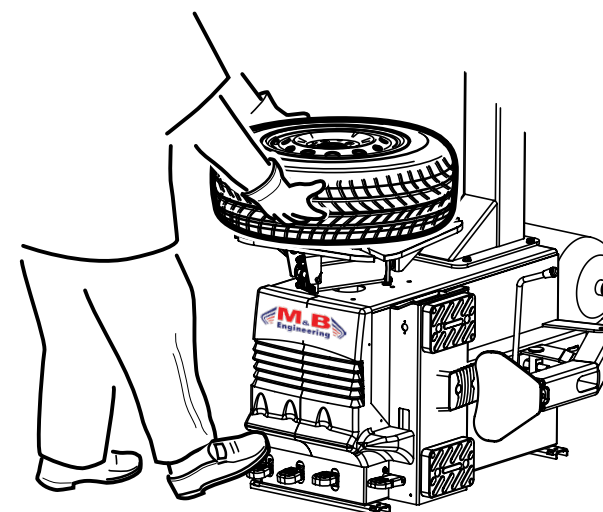

fig.38
- sollevare il pneumatico verso l'alto con entrambe le mani, permettendo all'aria (che fuori esce dai fori delle corsie) di "entrare" fra cerchio e pneumatico (fig.38).
- spingere il pedale di gonfiaggio (I) fino a fine corsa, per ottenere la fuoriuscita dell'aria dalle corsie e, allo stesso tempo, rilasciare il pneumatico per consentire l'intallamento.
N.B.: qualora il pneumatico non si "intalloni" ripetere scrupolosamente le operazioni suddette. Una volta intallato il pneumatico, continuare l'operazione di gonfiaggio, premendo il pedale di gonfiaggio (I) nella posizione intermedia, fino a raggiungere la pressione desiderata.
- Raise the tyre with both hands to allow the air (which comes out of the tracks) to get between rim and tyre (fig. 38).
- Press the inflation pedal (I) completely down to obtain the air output from the tracks. At the same time release the tyre to allow the beading in.
- soulever des deux mains le pneu vers le haut, permettant à l'air (qui sort des orifices de la voie de "pénétrer" entre la jante et le pneu (fig. 38).
- presser sur la pédale de gonflage (I) jusqu'à la fin de la course, pour permettre la sortie de l'air des voies et en même temps, libérer le pneu pour en permettre l'intalonnement.
- den Reifen mit beiden Händen hochheben, damit so die Luft (die aus den Öffnungen der Gänge austritt) zwischen Felgen und Reifen "eindringen" kann (Abb. 38).
- das Aufpumpedal (I) bis Umlaufende betätigen, damit die Luft aus den Gängen ausströmt und gleichzeitig den Reifen herunterlassen, um so die Einwulstung zu ermöglichen.
- Levante el neumático hacia arriba con ambas manos, consentiendo al aire (que sale por los orificios de los recorridos) de entrar entre llanta y neumático (fig. 38).
- Apriete el pedal de hinchamiento (I) hasta el tope del recorrido, para obtener la salida del aire de los recorridos y contemporáneamente relaje el neumático para consentir su talonamiento.